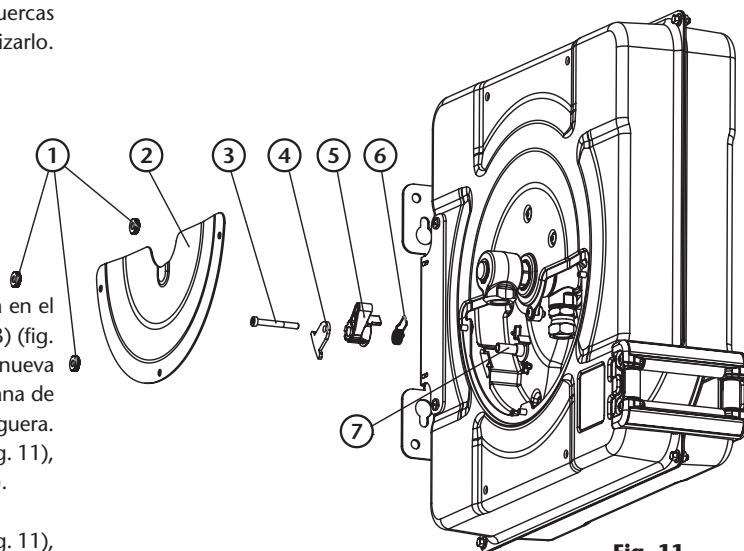

Fig. 11
- Desmonte la tapa de servicio (2) (fig. 11) aflojando las tuercas plásticas (1) (fig. 11). No se requiere de herramienta para realizarlo.
- Afloje el tornillo (3) (fig. 11) y extraiga la chapa de refuerzo (4) (fig. 11), el trinquete (5) (fig. 11), y el resorte del trinquete (6) (fig. 11).
- Monte el nuevo trinquete y su resorte sobre el eje del disco (7) (fig. 11), teniendo en cuenta que las patillas del resorte deben estar posicionadas del lado del trinquete, y entre ambas debe quedar la patilla que sobresale en el disco, y que mantiene el trinquete en posición.
- Coloque la chapa de refuerzo (4) (fig. 11) y aplique una gota de fijador de rosca fuerza media al tornillo (3) (fig. 11) antes de introducirlo. Al apretar el tornillo asegúrese de no sobrepasar los 4 N·m de par de apriete, de lo contrario, el tornillo puede pasarse de rosca.